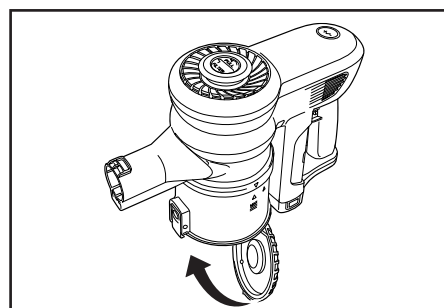

Fig. 2
5. Una vez que el depósito de polvo esté vacío, presione la base con firmeza en el depósito hasta que encaje y quede fija (Fig. 2).